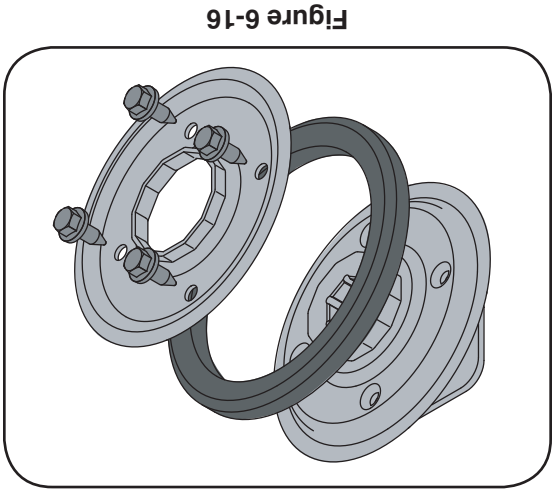

Figure 6-16
4. Enlevez les quatre vis qui maintiennent les plaques latérales de la roue de frottement. Voir la Figure 6-16.